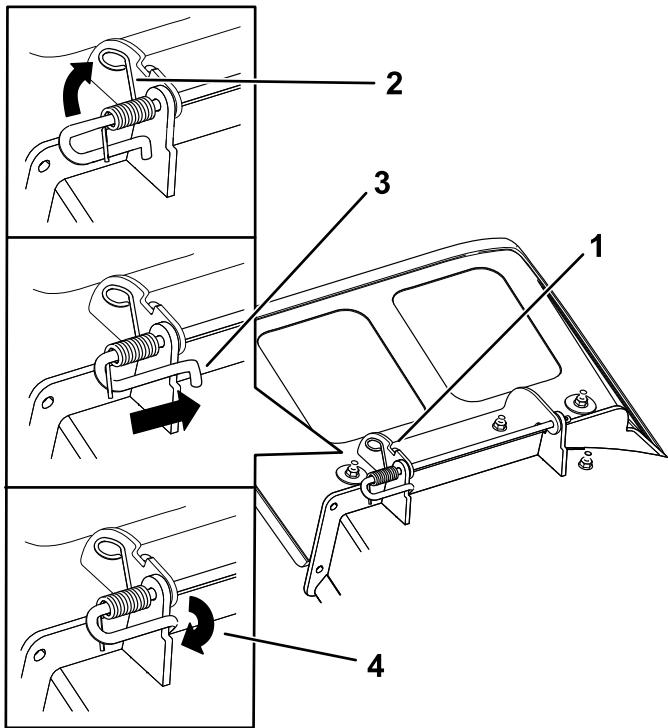

Figure 77
3. Installez le nouveau déflecteur d'éjection en plaçant les extrémités du support entre les supports soudés du plateau, comme montré à la Figure 77.
5. Installez le ressort sur la tige, comme montré à la Figure 77, de sorte que l'extrémité la plus courte du ressort ressorte de sous la tige avant le coude et passe par-dessus la tige à son retour.
6. Soulevez le côté boucle du ressort et placez-le dans le cran du support de déflecteur (Figure 77).
7. Fixez l'ensemble tige et ressort en le tournant de sorte que l'extrémité courte de la tige soit derrière le support soudé au plateau de coupe (Figure 77).